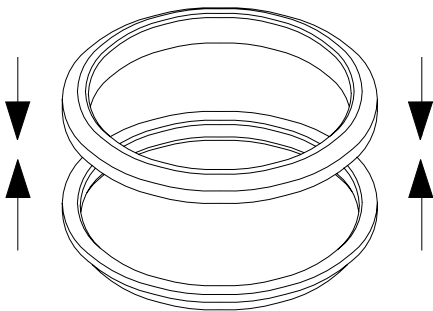

Рис. 6-7 Опорное кольцо
1. Установить новое седло на опорное кольцо (→ Рис. 6.7).